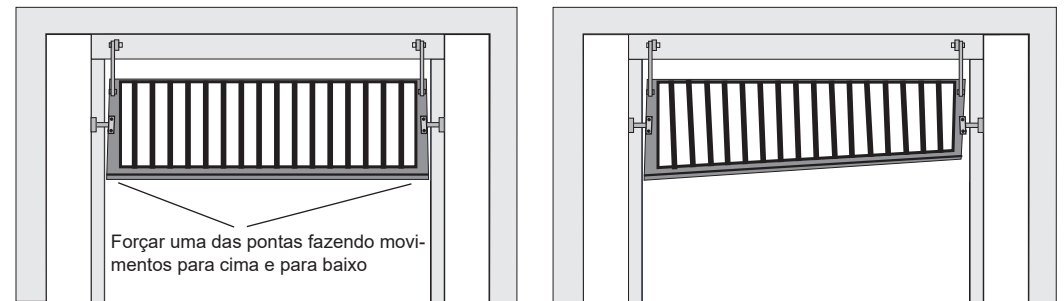

FIG.01 - Verificando torção excessiva
- Forçe cada uma das pontas inferiores da folha do portão e verifique sé há torção excessiva (fig.01), caso haja o problema, o portão deve ser corrigido/reforçado.